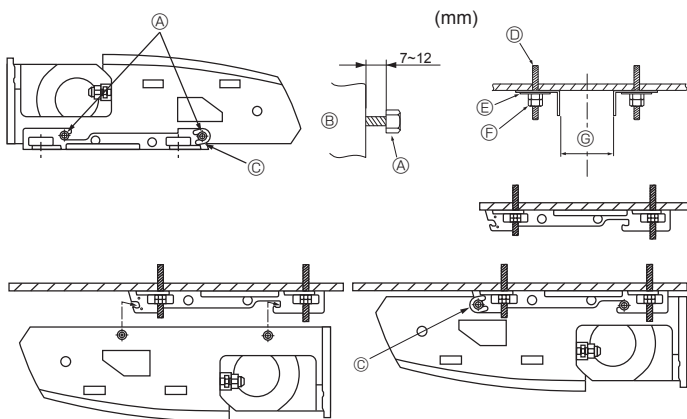

Fig. 3-6
2) Εγκατάσταση του προσαρτήματος στήριξης πρώτα στην οροφή (Fig. 3-6)